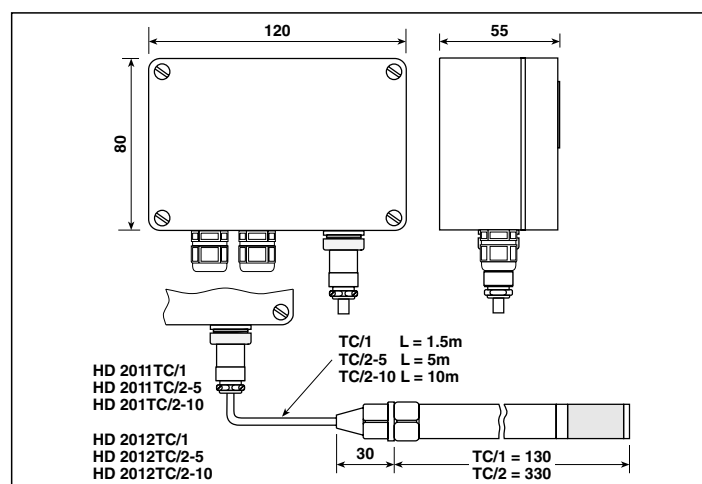

Fig. 5 Dimensions mécaniques version TC.
- alimenter l'instrument comme reporté dans les schémas de liaison de Fig.5 (HD 2011T...) et Fig.6 (HD 2012T...);